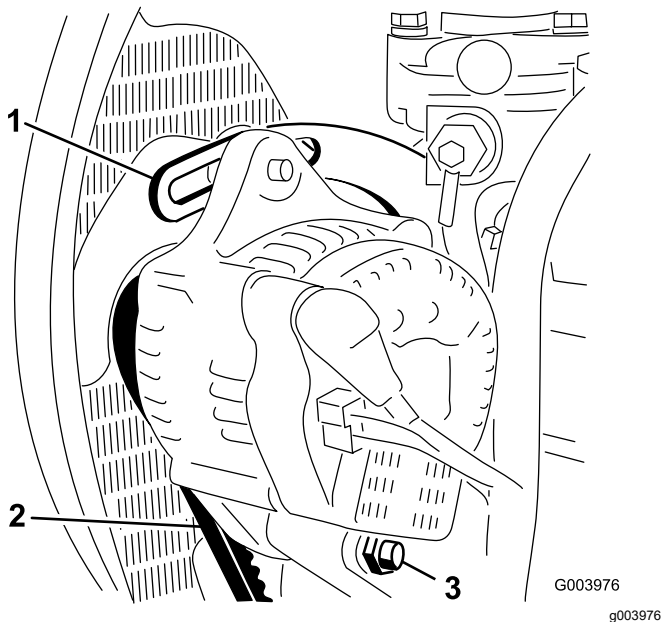

Figura 116
3. Compruebe la tensión de la correa del alternador presionándola (Figura 116) en el punto intermedio entre las poleas del alternador y del cigüeñal con una fuerza de 10 kg (22 libras).
4. Afloje el perno que sujeta el alternador al tirante y el perno de pivote del alternador (Figura 116).